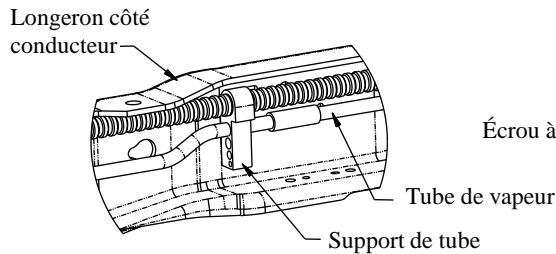
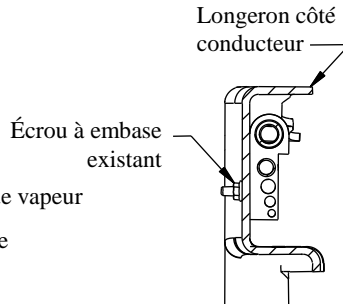
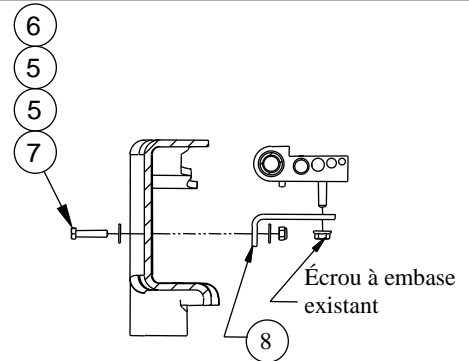

Figure 1a
Figure 1b
Figure 1c
5. Rondelle plate 1/4 po (FIG. 1c)
6. Écrou Nylok 1/4-20 (FIG. 1c)
7. Boulon hex. 1/4-20 x 1 1/4 Gr2 (FIG. 1c)
8. Support en « L » (FIG. 1c)
2. **Sur véhicules équipés de moteur à gaz seulement.** Le tube de vapeur qui court sur l'intérieur du longeron côté conducteur doit être repositionné avant de poser le support côté conducteur. Voir la Figure 1a. Ôter l'écrou à embase de l'extérieur du cadre et le conserver pour usage ultérieur. Voir la Figure 1b. Faire pivoter les tubes vers le haut et de façon à libérer l'accès. Poser le support en L (8) à l'aide de la visserie 1/4 po (5)(6)(7), comme illustré à la Figure 1c. Serrer le support en L (8) contre le cadre, mais laisser du jeu au porte-tube pour faciliter la pose du support.
13. **Sur véhicules équipés de moteur à gaz seulement.** Utiliser l'écrou à embase d'origine enlevé à l'étape 2 pour fixer le support de tube sur le support en L, comme illustré à la Figure 1c.